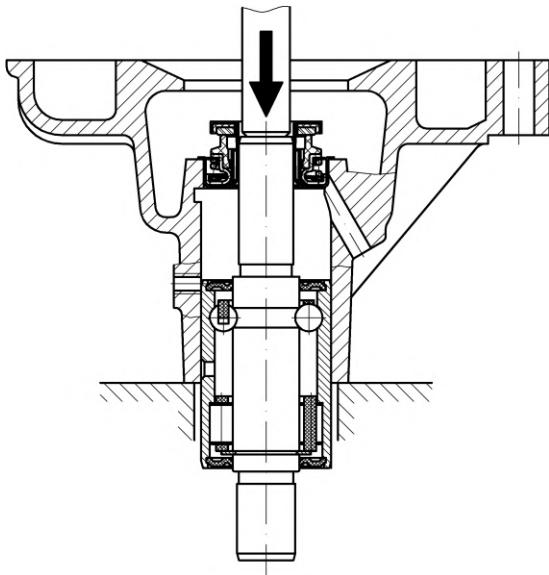

Abb. 112. Auspressen des Lagers mit der Welle der
- das Lager aus dem Gehäuse auspressen (Abb. 112). Das Auspressen des Lagers erfolgt auf einer Presse oder mit Hilfe einer Kupferhülse. Um das Auspressen zu erleichtern, wird empfohlen, die Wasserpumpe auf eine Temperatur von +80 °C zu erwärmen;